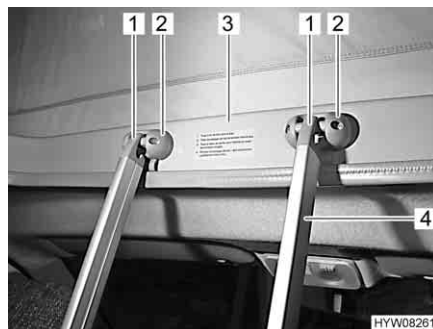

Fig. 32 Scaletta di accesso
Per accedere al letto sul tetto a soffietto utilizzare sempre la scaletta di accesso (Fig. 32,4) montata di serie.
- Agganciare la scaletta con i due archetti (Fig. 32,1) nelle graffe (Fig. 32,2) del telaio (Fig. 32,3) del tetto a soffietto.